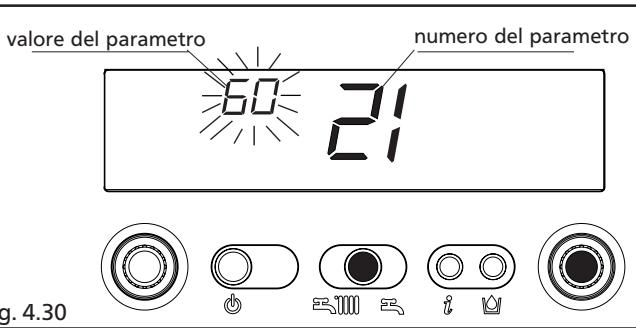

Fig. 4.30
- Alla pressione del tasto ENTER lampeggia il valore precedentemente impostato (fig. 4.30)
Alla pressione del tasto ENTER i digit lampeggiano evidenziando il valore precedentemente impostato (fig. 4.30)